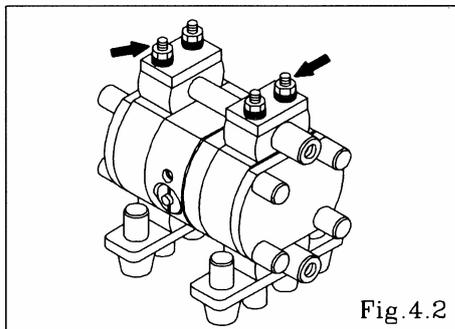

Fig.4.2
- Retire las 4 tuercas retenedoras del lado superior de los tirantes verticales y quite el placa de refuerzo y Junta tórica (DP-25F, DP-38F) y colector de salida. [Fig. 4.2]